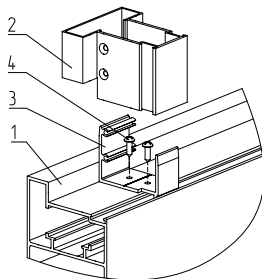

Рис. 62. Установка соединителей под вертикальный разделительный импост (столб)
- установка соединителей под вертикальный разделительный импост (столб) (рис. 62).